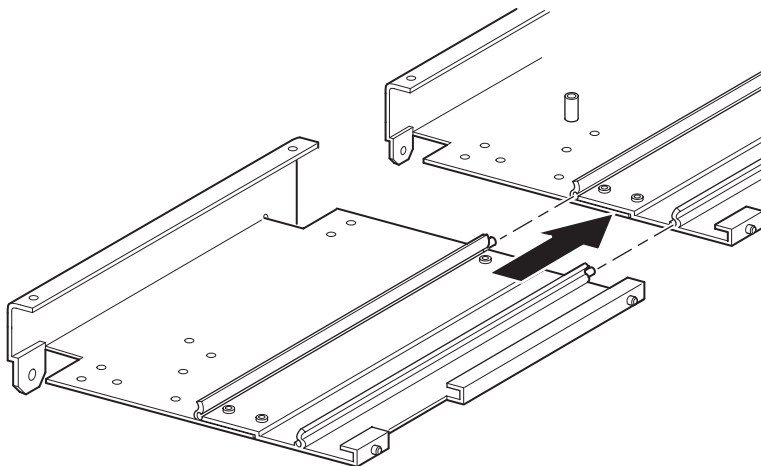

Abbildung 2-17: Anbauen einer 5U- oder 10U-Erweiterung
9. Gehen Sie zum Anbauen einer 5U- oder 10U-Erweiterung wie nachstehend beschrieben vor (siehe Abbildung 2-17):